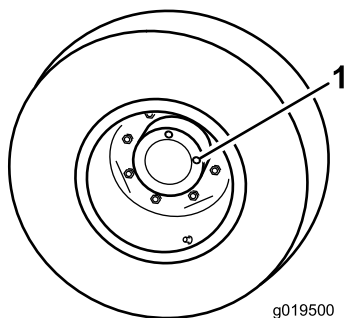

Рисунок 66
2. Расположите колесо так, чтобы одна контрольная пробка (Рисунок 66) находилась в положении «12 часов», а другая – в положении «3 часа».
3. Снимите пробку, находящуюся в положении «3 часа» (Рисунок 66).